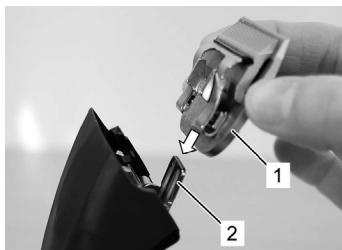

図 15
6. 好みのバリカンヘッドをブレードヒンジにはめ込みバリカンへ軽く押し付けます（図 15、16、17）。